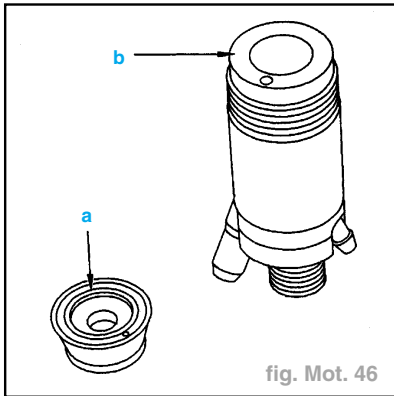

fig. Mot. 46
- Surfaçer les portées (a) et (b) sur une feuille de papier abrasif imbibée de liquide d'essai (finesse du papier supérieure à 600) (fig. Mot. 46).